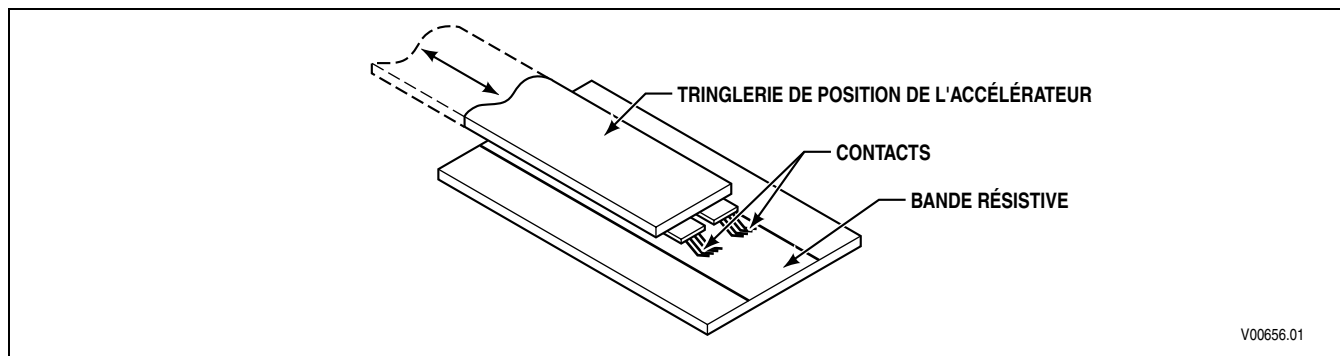

Figure F-1. Conversion de la position de l'accélérateur en impulsions électriques
A. Description du fonctionnement (Figure F-1)
1. Pour communiquer correctement la position de l'accélérateur au module de commande de la transmission (TCM), le capteur de position de l'accélérateur doit convertir son mouvement mécanique en une forme électrique reconnue par le TCM. Pour ce faire, les contacts se déplacent le long de la bande résistive dans le capteur qui convertit la position de l'accélérateur en impulsions électriques (Figure F-1).